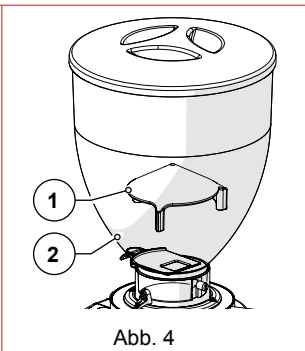

Abb. 4
• Fingerschutz am Kaffeebohnenrichter (Abb. 4)